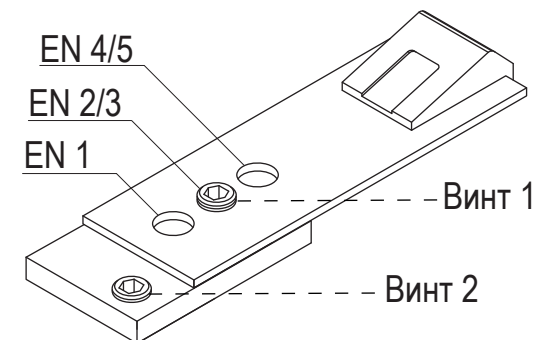

Рис. 3
3.5.1 Установить винт 1 в отверстие, соответствующее выбранному усилию доводчика (рис.3)
3.5.2 Установить винт 2 в отверстие фиксирующей пластины (рис.3)
3.5.4 Затянуть винт 1 и винт 2 (рис.3)